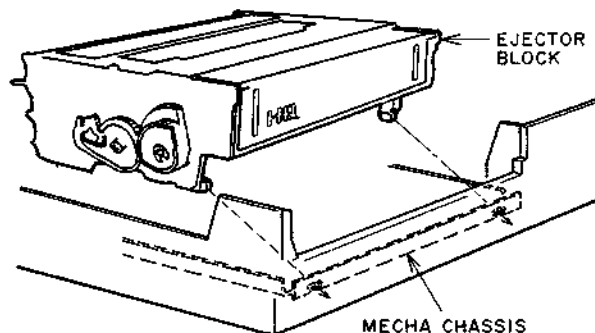

Fig. 4-2
- 1) Install the EJECTOR BLOCK on the MECHA CHASSIS as shown in Fig. 4-2.
- 2) Tighten two screws (A) and connect P504.
- 1) Poser l'ensemble éjecteur sur (Ejector Block) le châssis MECANISME de la manière illustrée à la Fig. 4-2.
- 2) Serrer les deux vis (A) (screw (A)) et connecter P504.